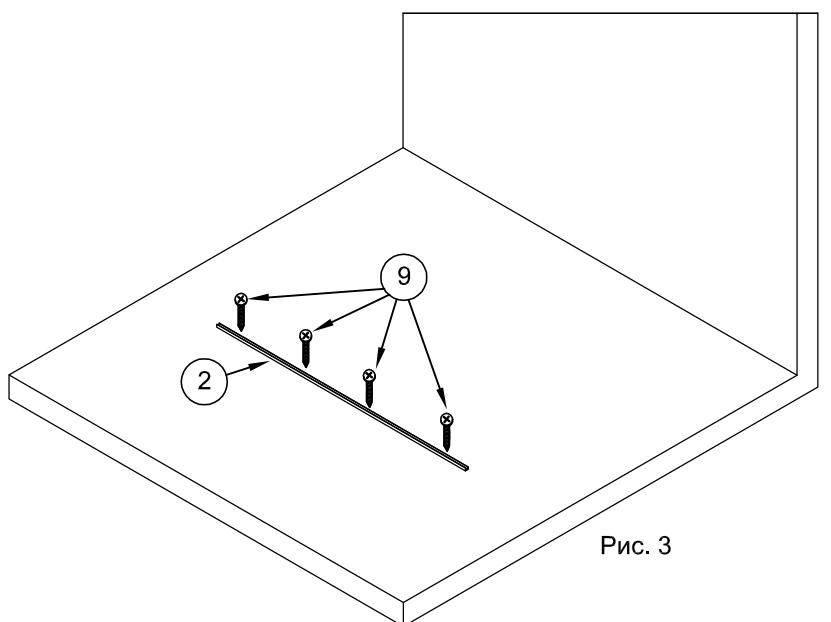

Рис. 3
1.5. Установить профиль №2 на пол. Вставить в отверстия шурупы №9 и вкрутить их отвёрткой, закрепив профиль на полу (рис.3).